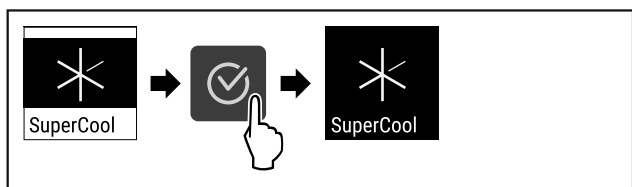

Fig. 74
- ▶ Følg anvisningene (se Fig. 74).